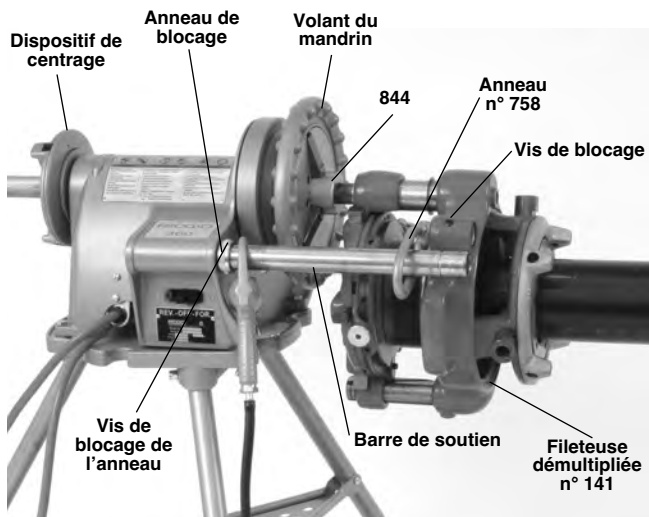

Figure 13 – Fileteuse démultipliée modèle 141 en montage direct sur système d'entraînement
- Modèle 141** – Desserrez la vis de blocage du bossage de montage des accessoires de la fileteuse démultipliée. Engagez l'anneau n° 758 dans le bossage et serrez la vis de blocage pour l'arrimer. Amenez la barre de soutien côté commutateur à travers l'anneau n° 758, puis serrez son anneau de blocage pour la tenir en position (Figure 13).